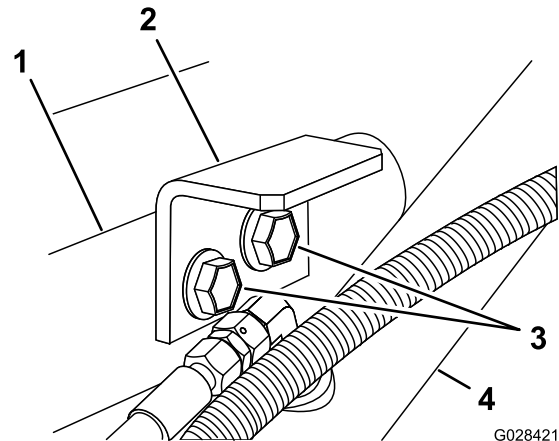

Bild 7
- Befestigen Sie die Befestigungshalterungen mit den zwei Bundkopfschrauben und der Sicherungsbundmutter, die Sie in Schritt 1 entfernt haben, an der Stützhalterung (Bild 7).